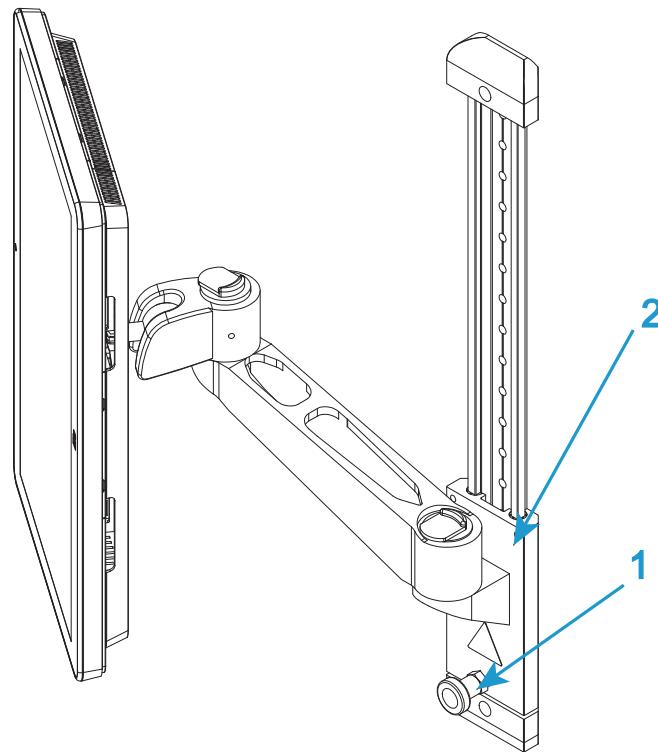

図6. 高さの調整
1. 様々なオペレータが快適に使用できるようにBluehill® オペレータ ダッシュボードの高さを調整することができます。ロック (45 ページの図 6 の 1) を緩め、取り付けアーム (45 ページの図 6 の 2) を希望の高さにスライドします。ロックを再び締め付けます。